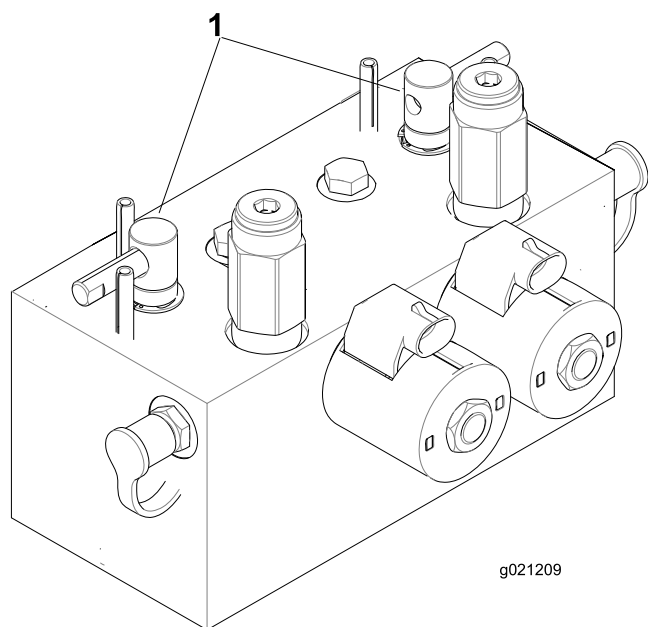

Bild 109
2. Entriegeln und klappen Sie den Sitz hoch, um die Läpphebel frei zu legen (Bild 109).
5. Wählen Sie entweder den vorderen, hinteren oder beide Läpphebel aus, um festzulegen, welche Geräte geläppt werden (Bild 109).